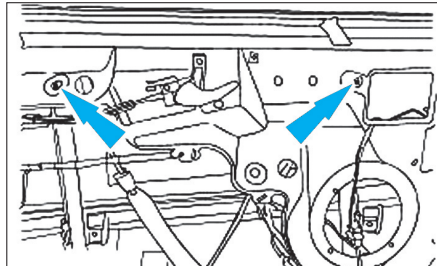

Fig. 56
- Déposer le moteur et le lève-vitre (Fig.56).